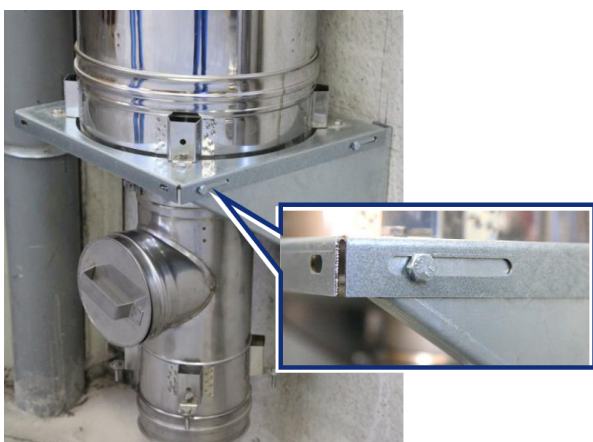

Figure 3
- Vous pouvez coulisser l'élément de base vers l'avant ou l'arrière à l'aide des vis et des trous oblongs sur le côté (Figure 3).